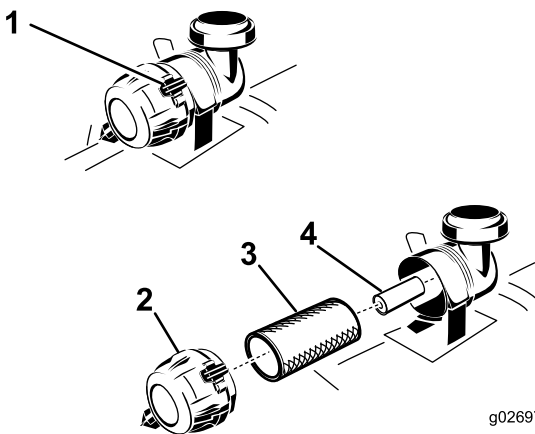

図 36
- エアクリーナのクランプを外し、ボディーからカバーを外す 図 36。
- 次フィルタをゆっくり引き抜くようにしてエアクリーナのボディーから外す 図 36。
- インナーフィルタを交換する場合には、十分に注意しながら、フィルタのボディーに挿入する 図 36。
- 1次フィルタをゆっくり押し込むようにして安全フィルタの上から取り付ける 図 36。
- エアクリーナカバーを取りつけるブリーザキャップが下向きになるように、リテーナクランプがカバーに適切にはまるように取り付ける 図 36。